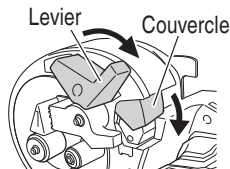

Fig. 43
- Asegúrese de comprobar que la cubierta de la cortadora se encuentre cerrada. Si deja la cubierta abierta, la cortadora podría ponerse en contacto con otros objetos y provocar un accidente grave. (Fig. 43)